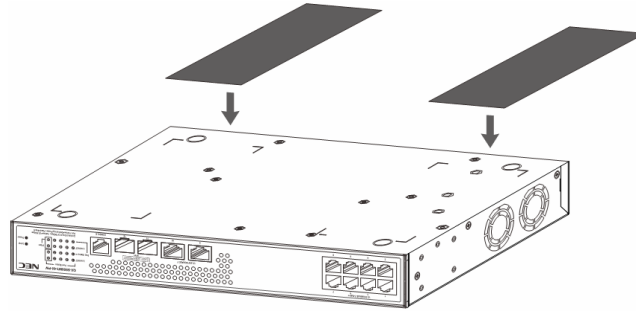
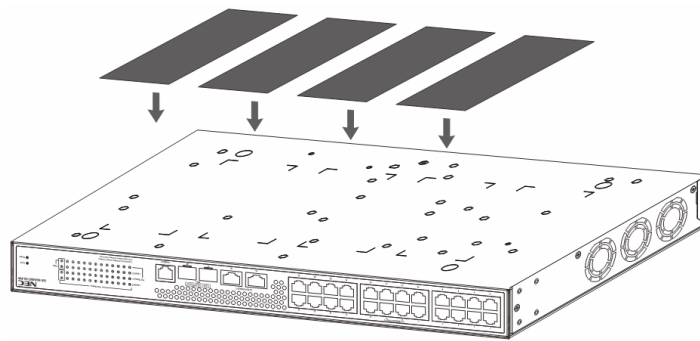

図 3-2 マグネットシートの貼り付け(QX-S908MT-4X-PW)
図 3-3 マグネットシートの貼り付け(QX-S916MT-4X-PW/ QX-S924MT-4X-PW)
- 4) 図 3-2、図 3-3に示すようにスイッチ底面にあるマグネットシートを取り付ける位置を占めずコーナーマークに沿ってマグネットシートを貼り付けてください。